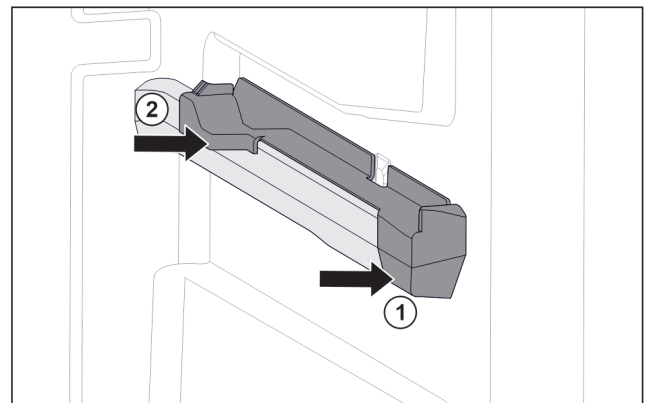

Fig. 109 Tillsats på den högra behållarens galler
- ▶ Sätt på tillsats i fram på behållarens galler. Fig. 109 (1)
- ▶ Tryck fast tillsats i bak. Fig. 109 (2)